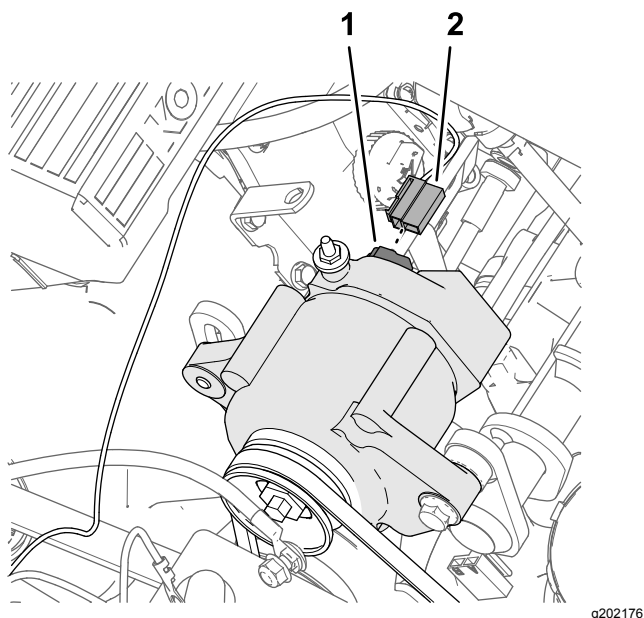

图 184
1. 将套件线束粉色57cm端的2插槽接头图 184连接到交流发电机50A的2针接头上。